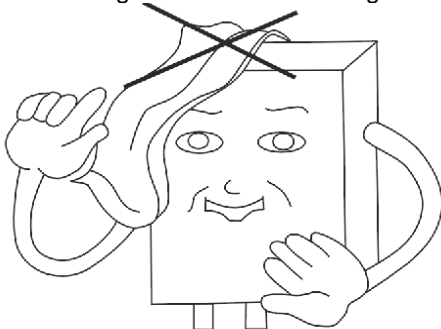

Fig. 17
- No coloque toallas ni ropa encima del calentador de agua (Fig. 17)